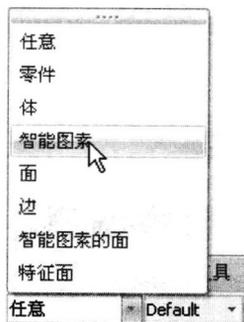

图 1-7 选择“智能图素”选项
**Step5** 在“选择”工具条的“拾取过滤”下拉列表框中选择“智能图素”选项，如图 1-7 所示。